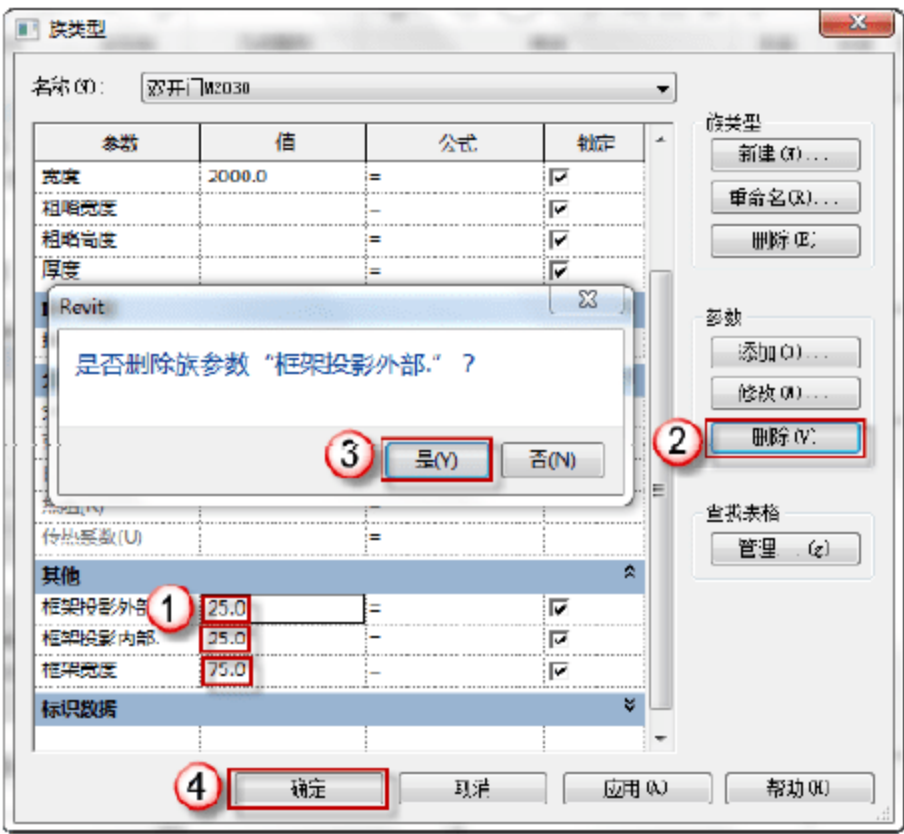

图 6.1.49 删除多余参数
(5) 删除多余参数。继续在“族类型”对话框中，单击“其他”栏的“框架投影外部”参数，单击对话框右侧“参数”下的“删除”按钮，在弹出的对话框中，单击“是”按钮。重复上述步骤，将“框架投影内部”和“框架宽度”两个无效参数删除。最后单击“确定”按钮，结束“族类型”编辑，如图 6.1.49 所示。